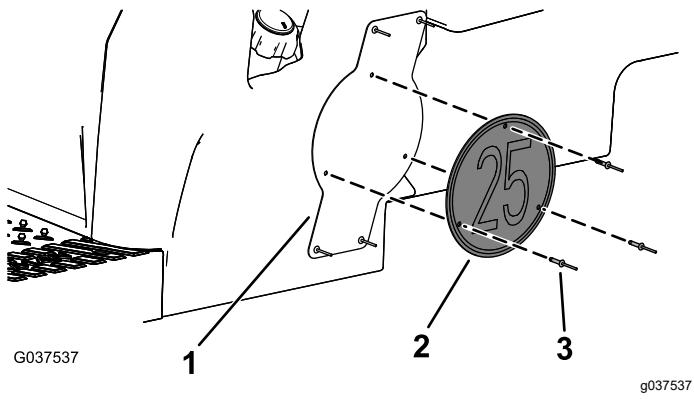

Bild 12
8. Befestigen Sie das Geschwindigkeitsschild an der Geschwindigkeitsschildhalterung mit drei Blindnieten ($3/16'' \times 15/16''$), wie in **Bild 12** abgebildet.